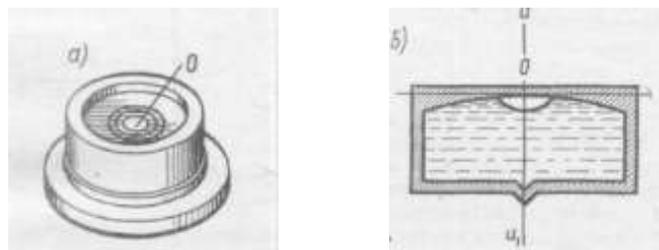

Рисунок 6. Круглый уровень:
**У круглого уровня** (рис. 6) внутренняя поверхность верхней стеклянной части ампулы имеет сферическую поверхность. Шкала уровня имеет вид окружностей с общим центром, который служит нуль-пунктом.